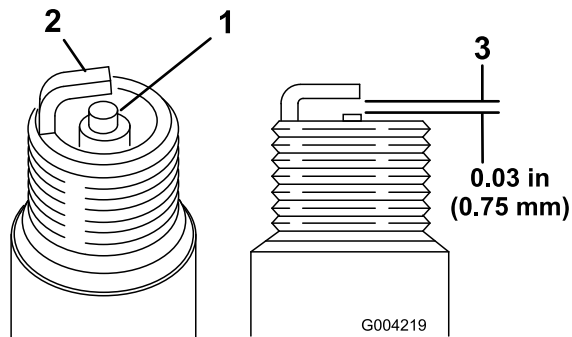

Figura 50
1. Controllate la parte centrale di entrambe le candele (Figura 50). Se l'isolatore è di color marrone chiaro o grigio, il motore funziona correttamente. Una
2. Controllate la distanza tra gli elettrodi centrale e laterale (Figura 50).
3. Piegate l'elettrodo laterale (Figura 50) se la distanza non è corretta.